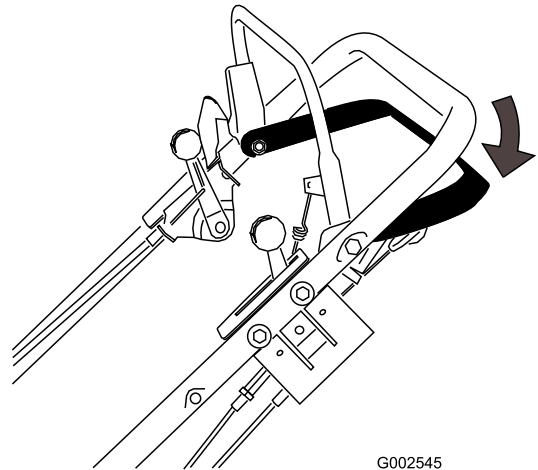

Figura 16
1. Suelte la barra de control de tracción (Figura 16).